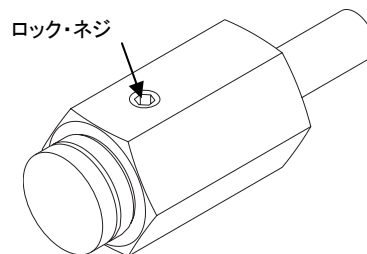

Figure 22 ロック・ネジを緩める
1. 付属の六角レンチでロック・ネジを緩めます。**Fig.22** をご参照ください。